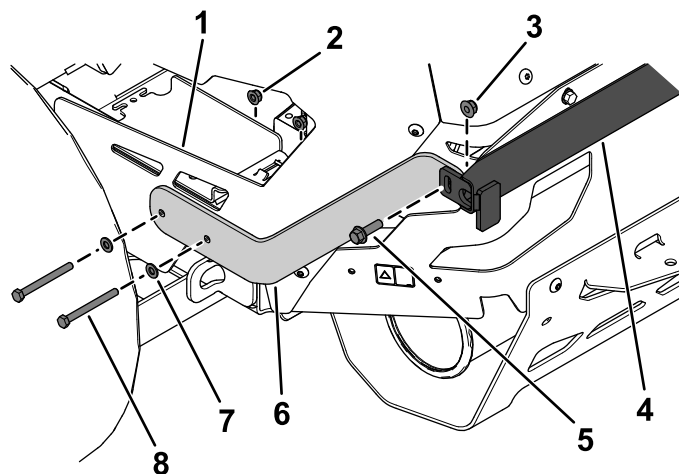

Figura 13
3. Sujete provisionalmente la escuadra superior izquierda al protector trasero izquierdo y al soporte superior usando 2 pernos de cabeza hexagonal (5/16" x 3 1/4"), 2 arandelas planas, 2 tuercas con arandela prensada (5/16"), 1 perno con arandela prensada (3/8" x 1 1/4") y 1 contratuerca (3/8"), como se muestra en la Figura 13.